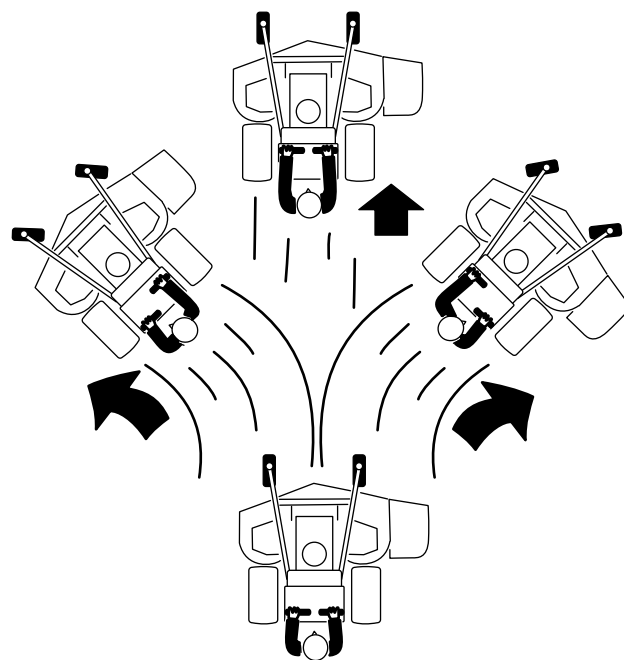

Figura 15
3. Spingete lentamente in avanti le leve di comando del movimento (**Figura 15**).